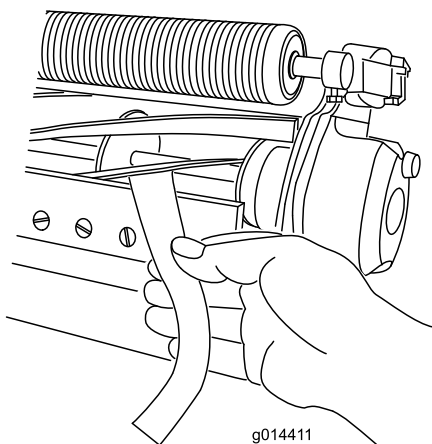

図 5
3. リール前面の左右いずれかの端を選び、リールと下刃の間に長く切った新聞紙片を差し入れる（図 5）。リールをゆっくり前回転させながら下刃調整ネジを締める（新聞紙を入れた側の調整ネジを、1 目盛りづつゆっくりと）。新聞紙を引き抜くのに軽い力が必要な程度でよい。
け、下から差し込むと切れるのが正しい調整である（図 5）。